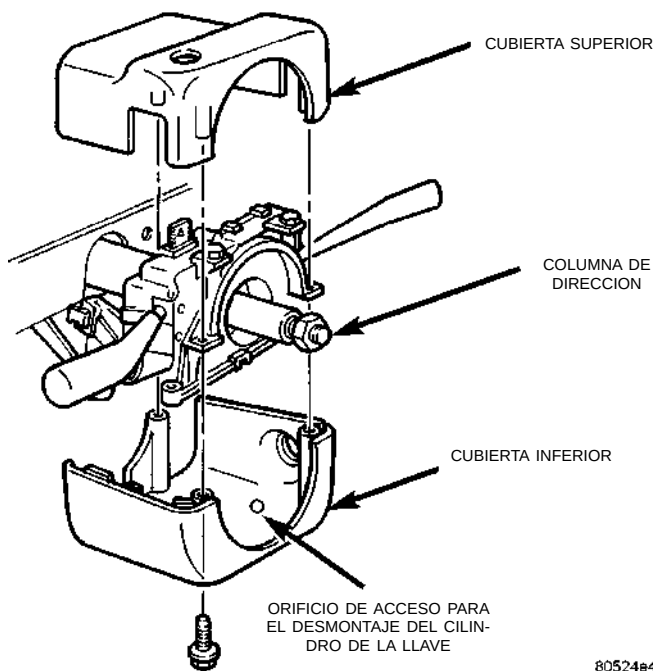

Fig. 30 Cubierta superior/inferior
(1) Retire la cubierta de la columna de dirección y el forro de la cubierta de la columna de dirección.
(2) Levante la cubierta superior y el marco del grupo de instrumentos hasta que los collarines se desenganchen, y separe para tener espacio (Fig. 30).
(3) Gire el cilindro de la llave de encendido a la posición RUN (marcha)/ON. Inserte un destornillador en el orificio de acceso en la parte inferior de la cubierta inferior para soltar el cilindro de la llave de encendido.
(4) Extraiga el cilindro de la llave de encendido.
(5) Retire los tres tornillos que fijan la cubierta inferior a la superior por la parte inferior de la cubierta inferior.
(6) Separe las cubiertas superior e inferior.